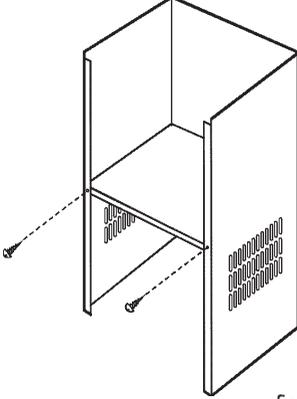

fig.11
4. Fixez le déflecteur à la cheminée inférieure en utilisant 2 vis (fig.11).